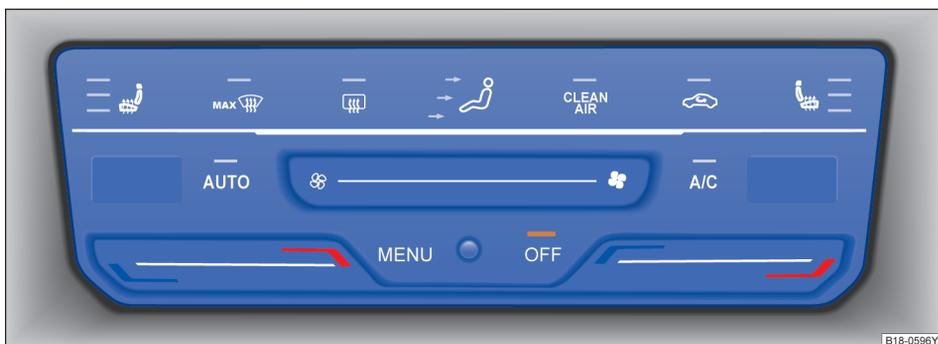

图 135 在中控台上部：触控式自动空调的操作元件
- 触摸按钮 **OFF** ⇒ 图 135。
触摸按钮  ⇒ 图 135 调整气流分配:
触摸按钮  ⇒ 图 135 可尽快将前窗玻璃除霜并除去水雾 (除霜功能):